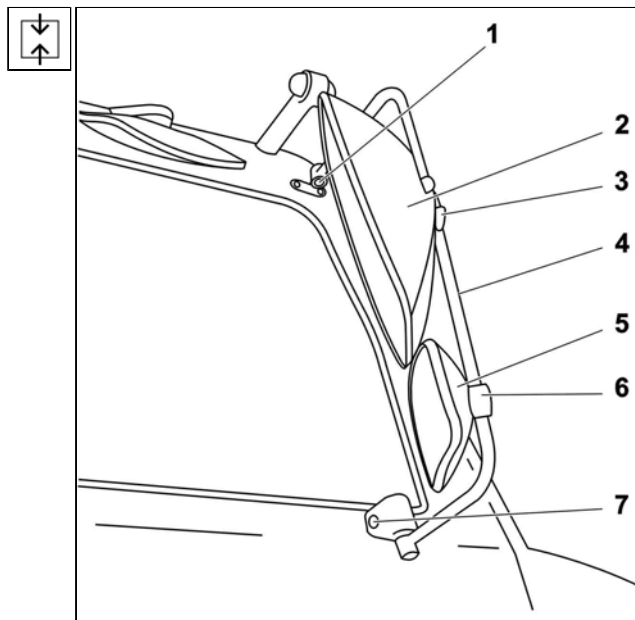

Рис. 13.13 Установка держателя с боковыми зеркалами обратного вида
4. Зеркала **2** (Смт. Рис. 13.13) настроить при помощи задатчика **1** электрического управления на угол подходящий для обратного вида водителя. Положение нижнего зеркала обратного вида **5** на правой стороне машины настроить рукой на правильный угол после ослабления прикрепляющих винтов прикрепления зеркала **6**. Потом необходимо винты прикрепления **6** тщательно подтянуть.